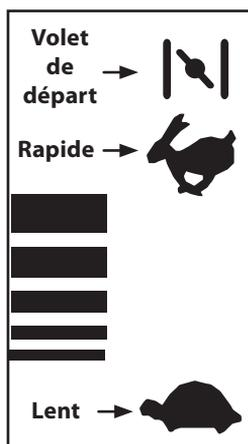

Figure 5
5. Placez la manette de l'obturateur/volet de départ à la position « FAST » (Rapide). Voir Figure 5.